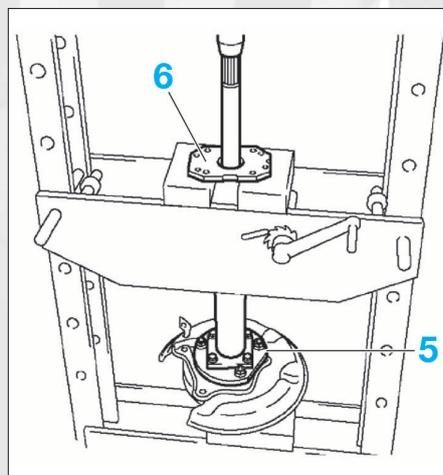

FIG. 10
- À l'aide des outils appropriés (5 et 6) (SST 09521-25011 et 09521-25021) et d'une presse, déposer l'arbre de roue arrière (fig. 10).